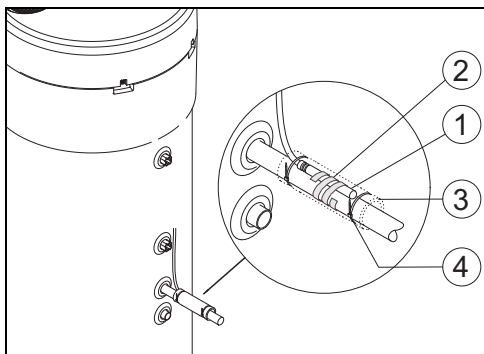

Fig. 8
- ▶ Posizionare la sonda di temperatura che viene collegata all'accessorio (fig. 8, [1]) come rappresentato in fig. 8.
- ▶ Fissare la sonda di temperatura con la spirale in plastica fornita al tubo (fig. 8, [2]).
- ▶ Avvolgere la sonda di temperatura con il materiale isolante (fig. 8, [3]).
- ▶ Fissare l'isolamento con 2 fascette legacavi fornite (fig. 8, [4]).